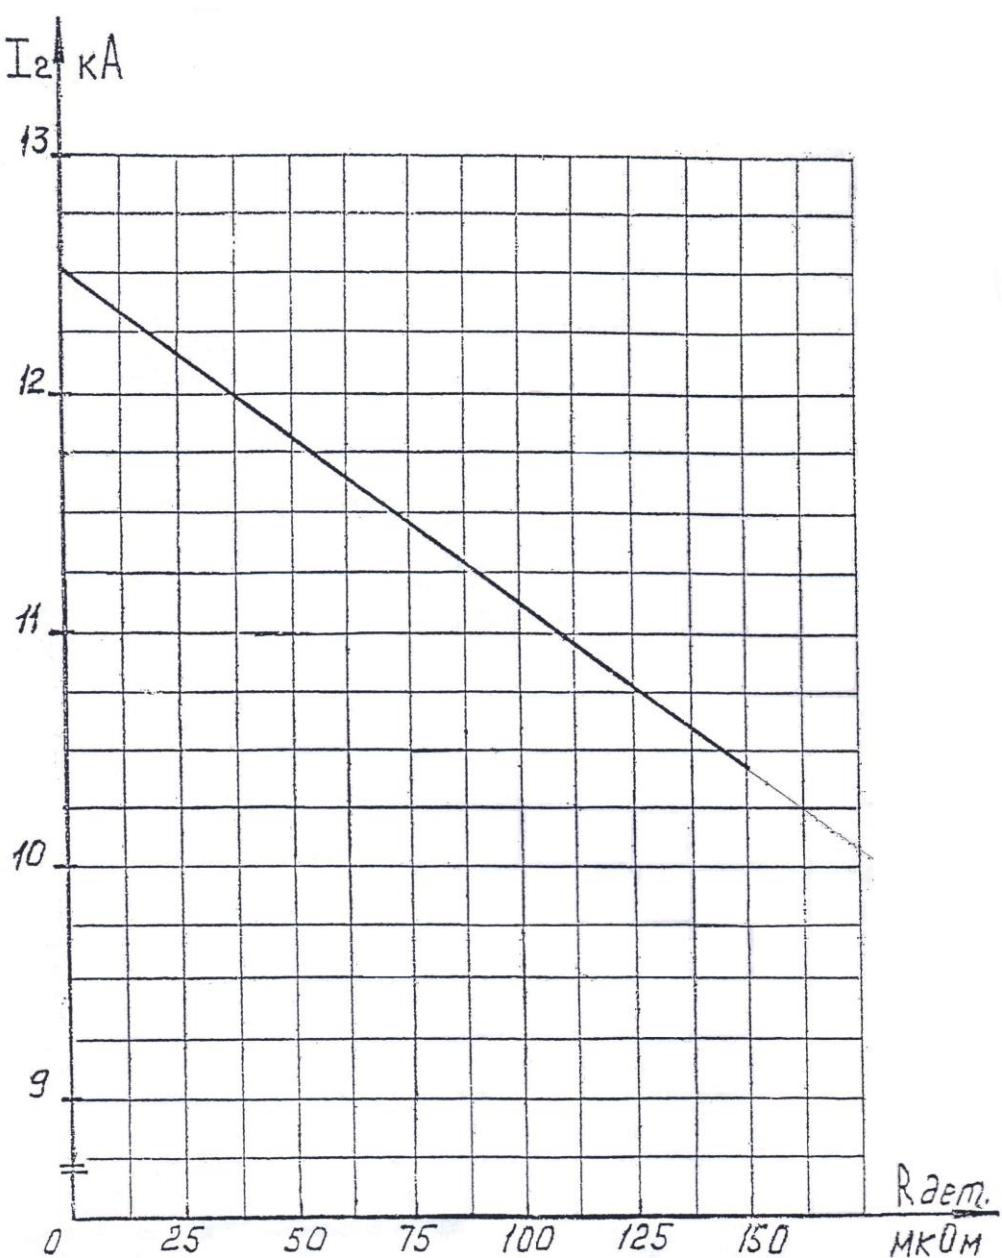

Рис. 10. Нагрузочная характеристика
- Рис. 10. Нагрузочная характеристика